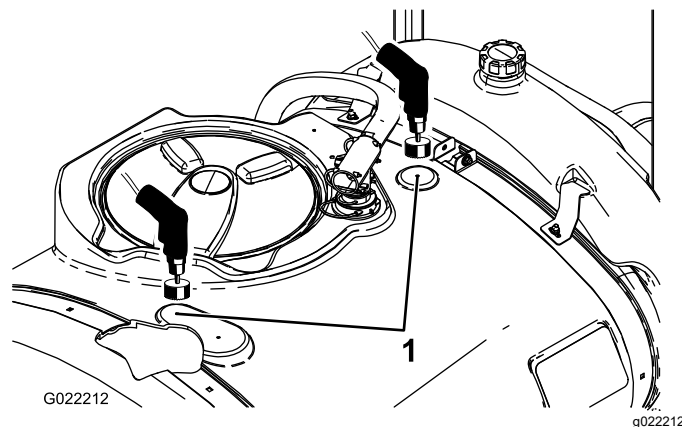

Figura 3
2. Localice las dos marcas de perforación en el depósito principal (Figura 3).